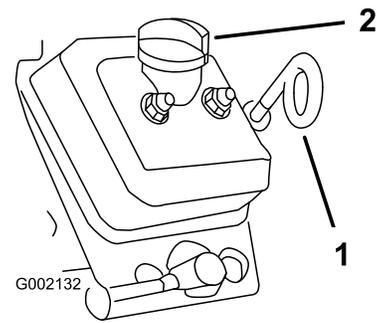

Figura 20
2. Limpie alrededor de la varilla de nivel de aceite (Figura 20) de forma que la suciedad no penetre por el orificio de llenado y cause daños en el motor.